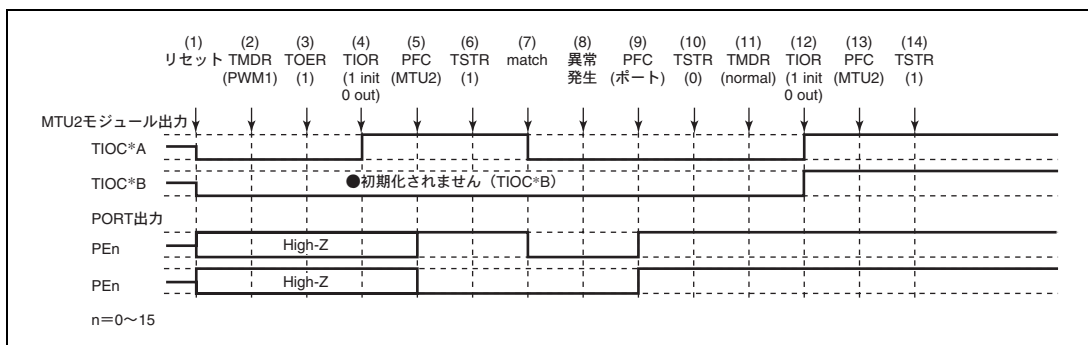

図 11.145 PWM モード 1 で異常が発生し、ノーマルモードで復帰する場合
PWM モード 1 で異常が発生し、再設定後ノーマルモードで再スタートする場合の説明図を図 11.145 に示します。
- (1) ~ (10) は図 11.145 と共通です。
- (11) PWM モード 1 で再スタートする場合には必要ありません。
- (12) TIOR で端子を初期化してください (PWM モード 1 では TIOC*B 側は初期化されません)。
- (13) PFC で MTU2 出力としてください。
- (14) TSTR で再スタートします。
- (11) PWM モード 2 を設定します。
- (12) TIOR で端子を初期化してください (PWM モード 2 では周期レジスタの端子は初期化されません)。
- (11) 位相計数モードを設定します。
- (12) TIOR で端子を初期化してください。
(1) ~ (10) は図 11.145 と共通です。
(11) 波形生成部の初期化のためノーマルモードを設定してください。
(12) TIOR で PWM モード 1 の波形生成部を初期化してください。
(13) TIOR で PWM モード 1 の波形生成部の動作を禁止してください。
(14) TOER でチャンネル 3、4 の出力を禁止してください。
(15) TOCR で相補 PWM の出力レベルと周期出力の許可禁止を選択してください。
(16) 相補 PWM を設定します。
(17) TOER でチャンネル 3、4 の出力を許可してください。
(18) PFC で MTU2 出力としてください。
(19) TSTR で再スタートします。